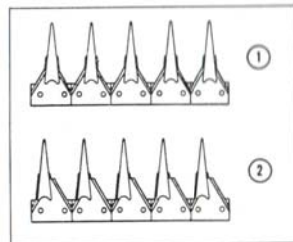

Fig. 27
Pour vérifier la lame, s'assurer d'abord que la faucheuse est réglée à sa hauteur de travail, de même que la barre de coupe. Tourner ensuite à la main le plateau manivelle jusqu'à ce que la lame arrive à la position extrême de sa course dans chaque sens. A ce moment, les sections doivent se trouver parfaitement dans l'axe des doigts comme le montre en (1) la figure 27. Cette figure montre en (2) un mauvais centrage, qui déterminera à l'utilisation une coupe irrégulière, saccadée et une conduite difficile.